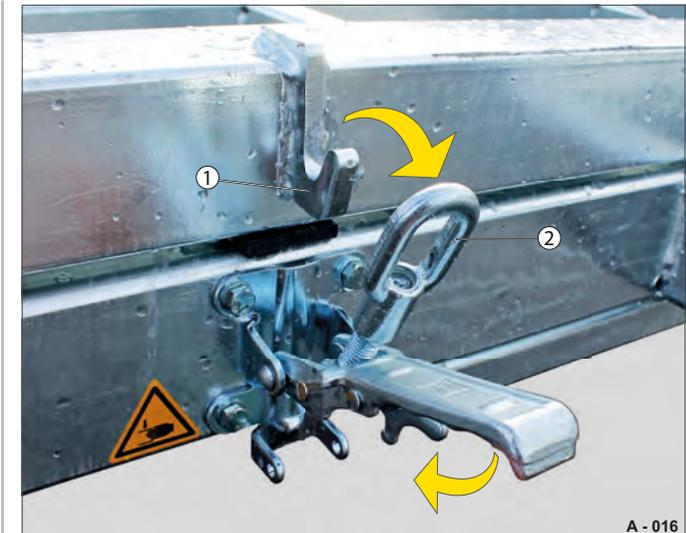

Fig. 4 Châssis porte-touret déverrouillé
- ▶ Déboîtez l'anneau (Fig. 4 /2) du crochet (Fig. 4 /1). Le châssis porte-touret est déverrouillé.